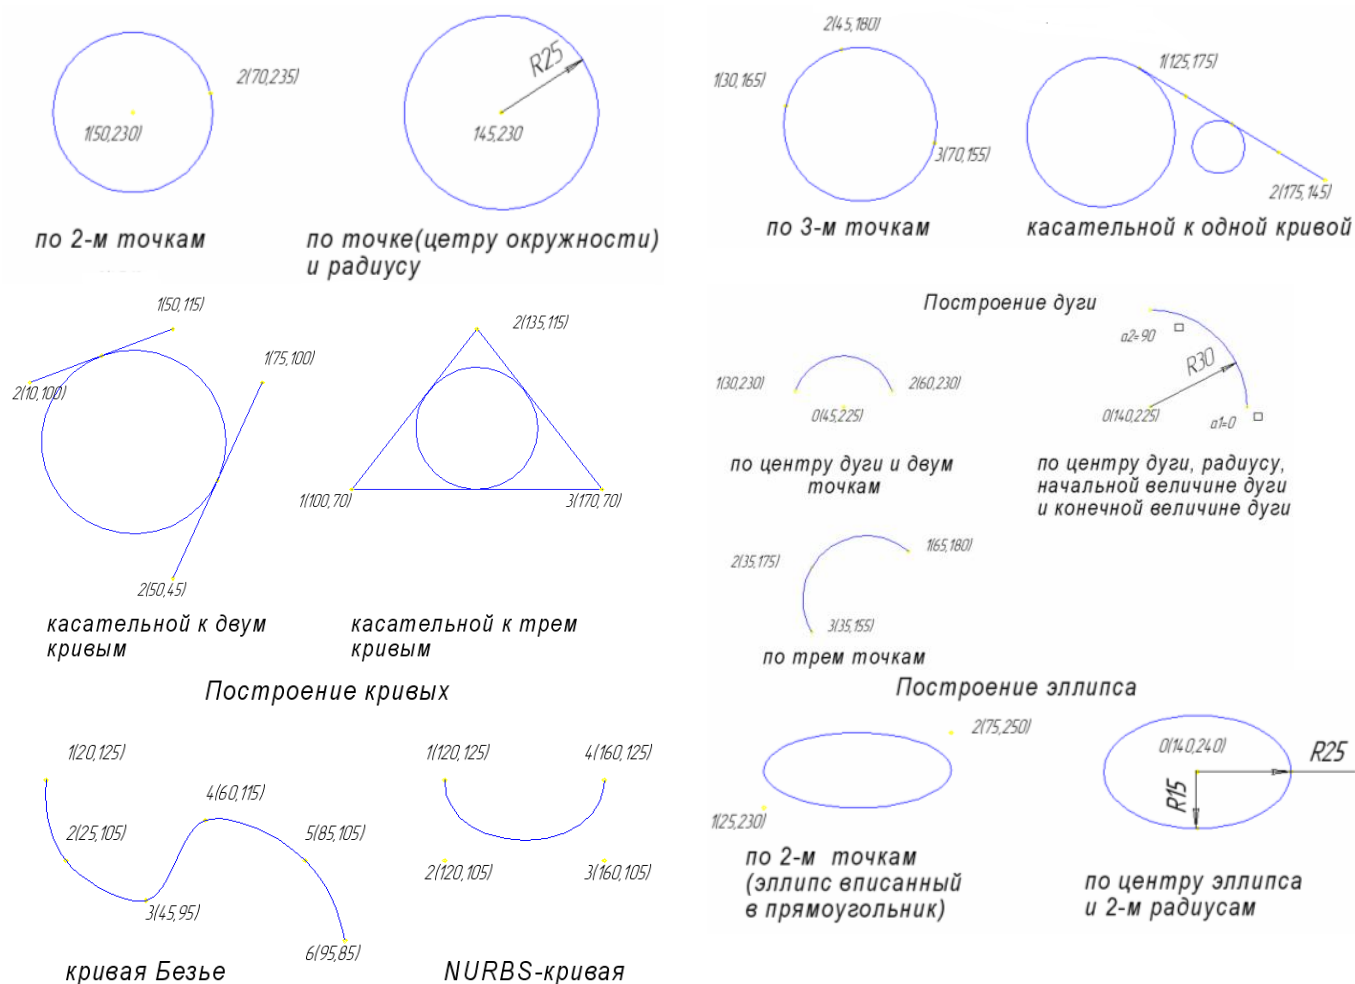

Рисунок 36 - Сопряжение
9. Далее построить фигуры, показанные на рис.36.